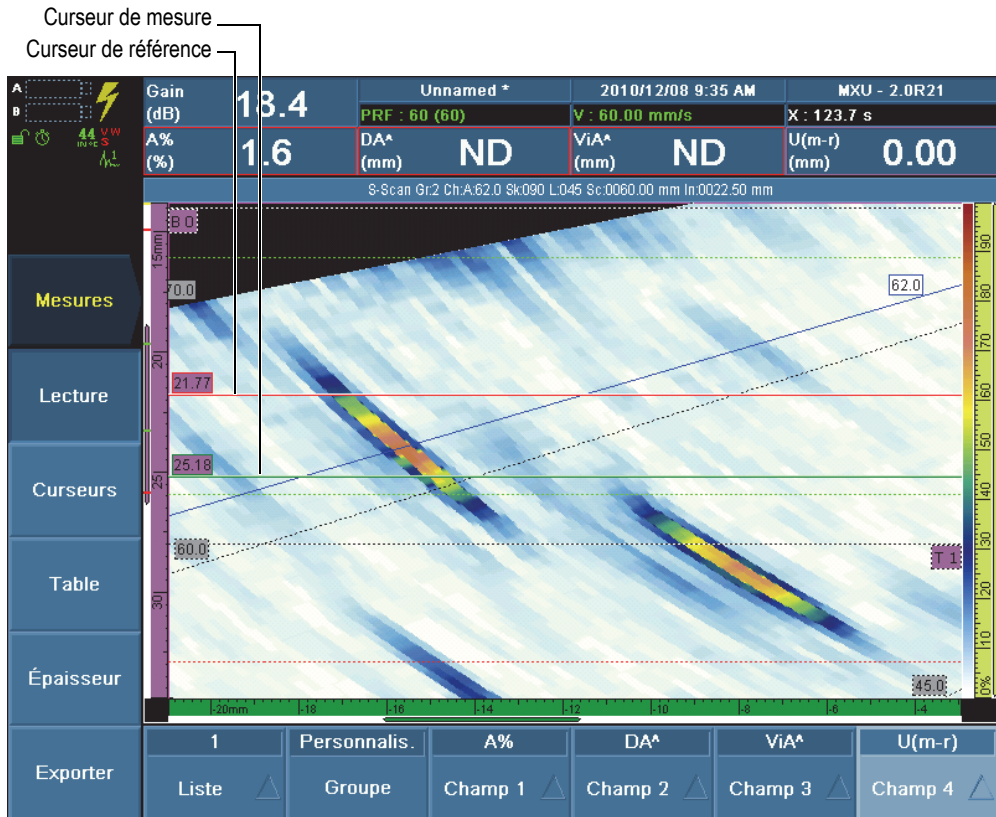
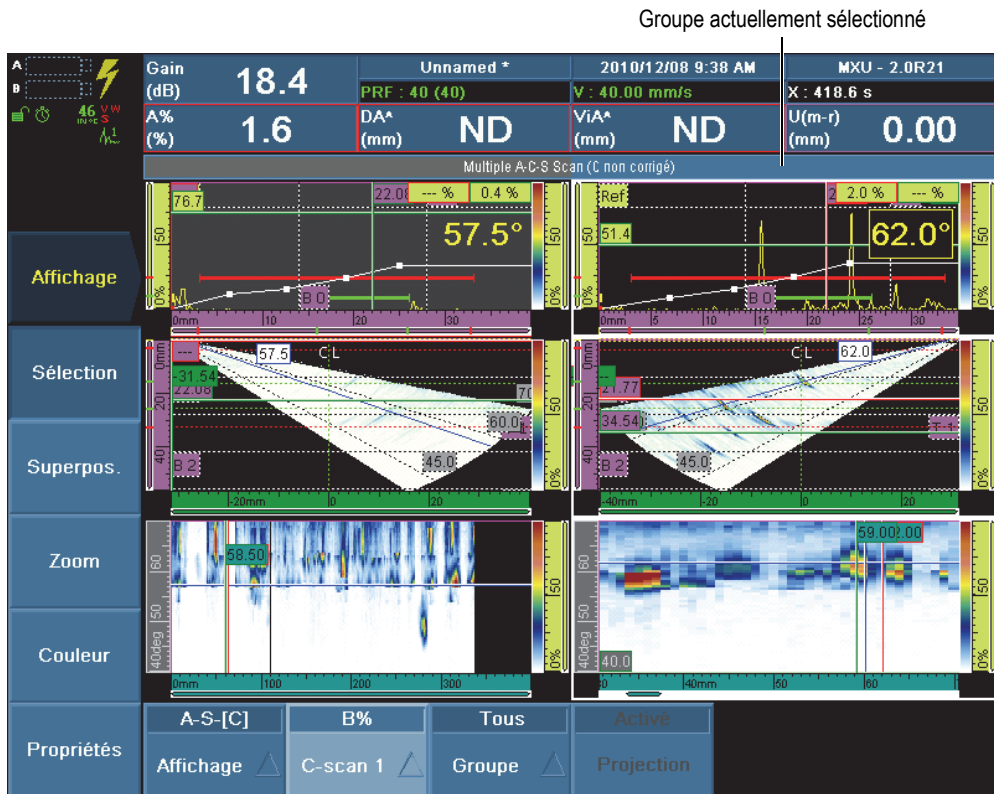

Figure 5 Effectuer un zoom et positionner les curseurs sur une indication
Figure 7 Vue du A-scan, du S-scan et du C-scan des deux groupes en mode Analyse
- a) Pour sélectionner le groupe souhaité, appuyez sur la touche Sélecteur de groupe () et gardez-la enfoncée. Le fond du A-scan non sélectionné s'affiche en gris (voir la Figure 7 à la page 23).
- (1) Appuyez sur la touche Curseur () ou sélectionnez **Mesures > Curseurs > Sélection**, et puis sélectionnez **Données.**
- (2) Entrez **Mesures > Curseurs > Balayage = 0 mm.**
- (3) Tout en regardant le S-scan et en modifiant la valeur du paramètre **Mesures > Curseurs > Balayage**, tournez la roulette de défilement vers la droite pour balayer les tranches de données jusqu'à ce que vous trouviez un réflecteur inhabituel.
6. Pour mesurer l'indication à l'aide des curseurs de référence (ligne rouge) et de mesure (ligne verte) [voir la Figure 5 à la page 21] :
11. Sélectionnez **Affichage > Sélection > Affichage = A-S-(C)** pour afficher le A-scan, le S-scan et le C-scan pour les deux groupes, tel que montré dans l'exemple de la Figure 7 à la page 23.